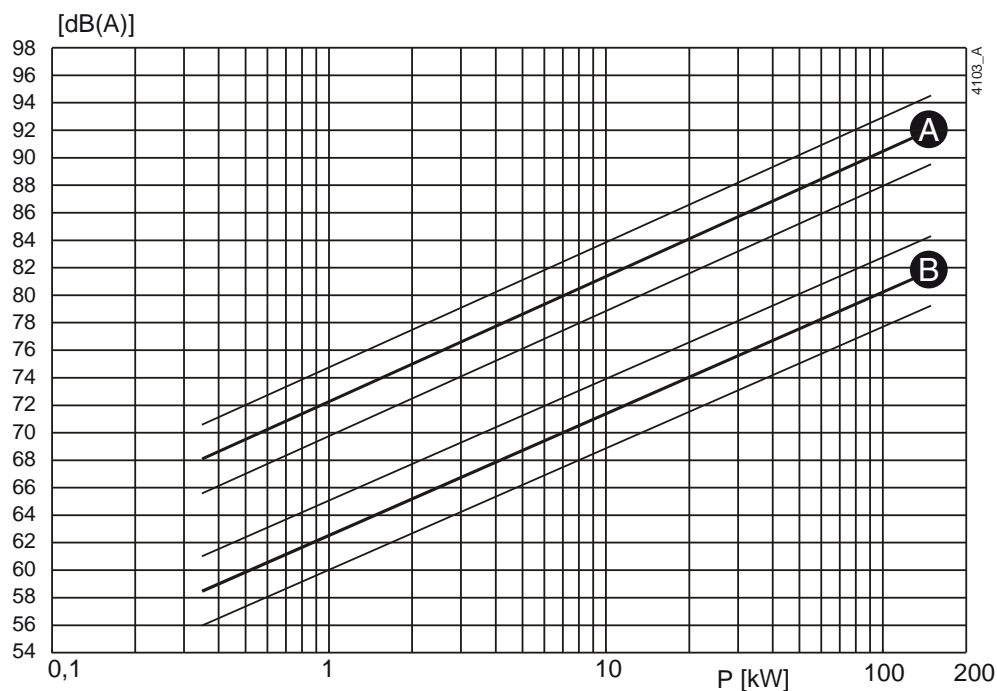
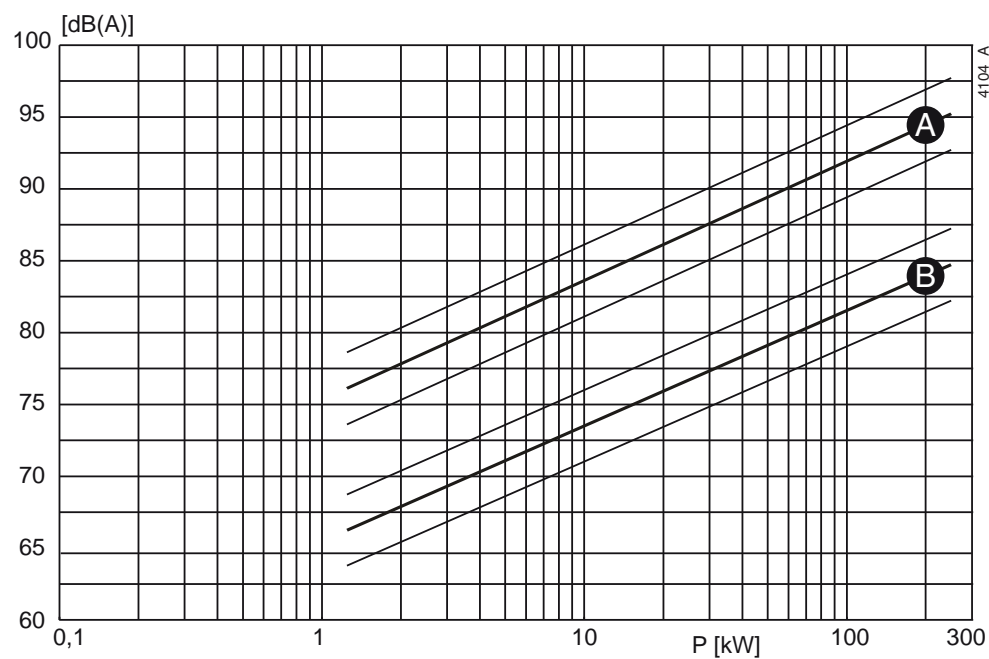

Рисунок 30: Зависимость уровня шума от мощности насоса [кВт] при 1450 об/мин
Рисунок 31: Зависимость уровня шума от мощности насоса [кВт] при 2900 об/мин
- 1 Определите уровень шума ($L1$) насоса, см. рисунок 30 или рисунок 31.